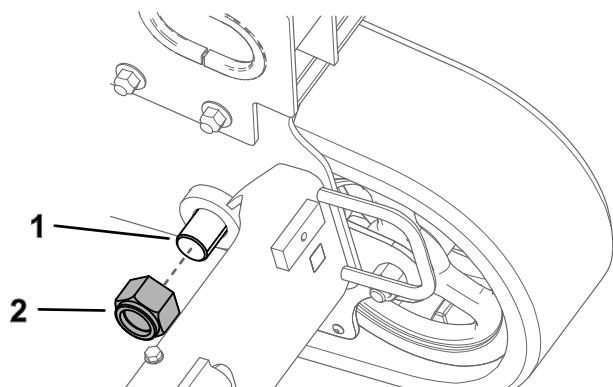

Рисунок 5
5. Отверните гайку с переднего пальца гусеницы, как показано на Рисунок 5.